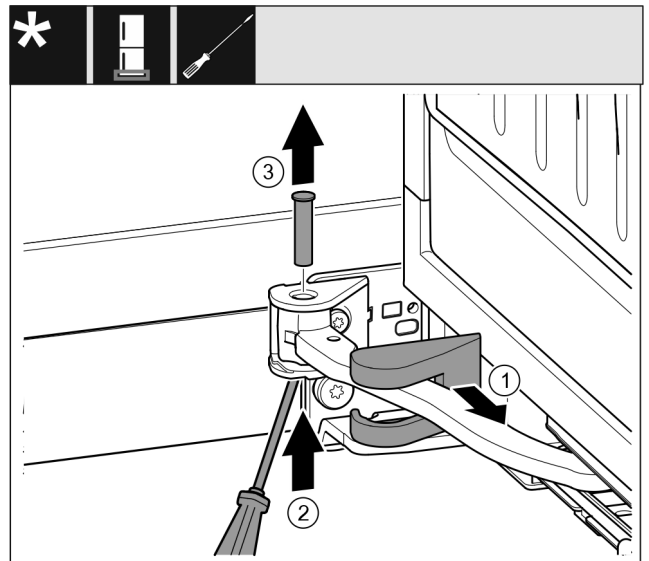

Fig. 15
- ▶ 卸下托架盖并沿着铰链移动。 Fig. 15 (1)
- ▶ 将螺栓用手指或螺丝刀从下方提起。 Fig. 15 (2)
- ▶ 将螺丝刀移动到螺栓头下方并拉出。 Fig. 15 (3)